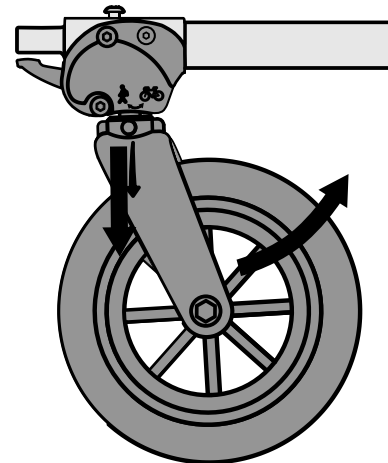

Abbildung 14
1. Die Gabel wie gezeigt (Abbildung 14) nach unten ziehen und in den Jogging-Modus drehen. Die Gabel wird automatisch in der Anhänger-Position verriegelt, wenn sie richtig positioniert ist (Abbildung 15).